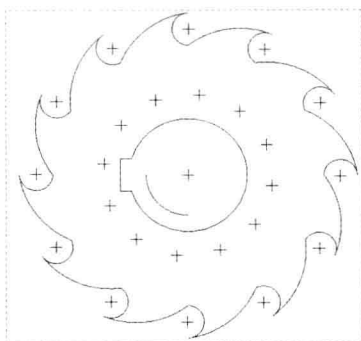

图 3-85 图形文件
Step 01 按【Ctrl+O】组合键，打开图形文件，如图 3-85 所示。